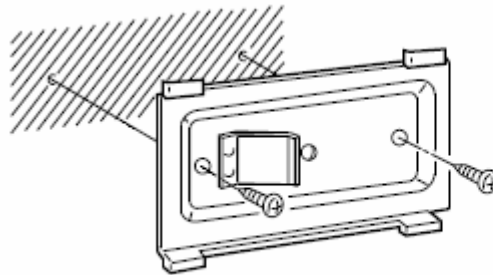

fig. 1
- 1) Enquanto puxa na sua direção o botão que libera o painel, deslize o painel frontal para a direita (fig. 1).
- 1) Coloque MB-63 em uma superfície plana usando os 2 parafusos fornecidos (fig.1).